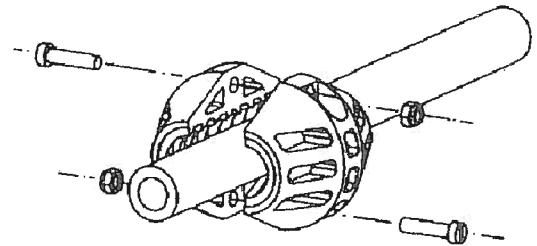

Fig. 7
- Remove the hose stop (fig.7).
- Aflojar entonces el tope de manguera y desmóntelo (fig. 7).